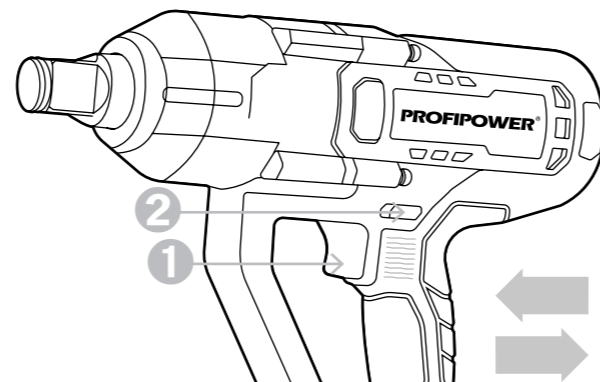

Рисунок 2.3.2. Установка направления вращения
**ВНИМАНИЕ!** Пользуйтесь переключателем «2» (рисунок 2.3.2.) только после полной остановки инструмента, чтобы избежать его повреждения. Направления вращения патрона можно изменять с помощью переключателя «2», при отпущенной клавише выключателя «1» (рисунок 2.3.2.). Для вращения вправо (для закручивания винтов) прижмите переключатель направления вращения «2» влево до упора (рисунок 2.3.2.). Для вращения влево (для ослабления и выворачивания винтов или отвинчивания гаек) прижмите переключатель направления вращения «2» вправо до упора (рисунок 2.3.2.).